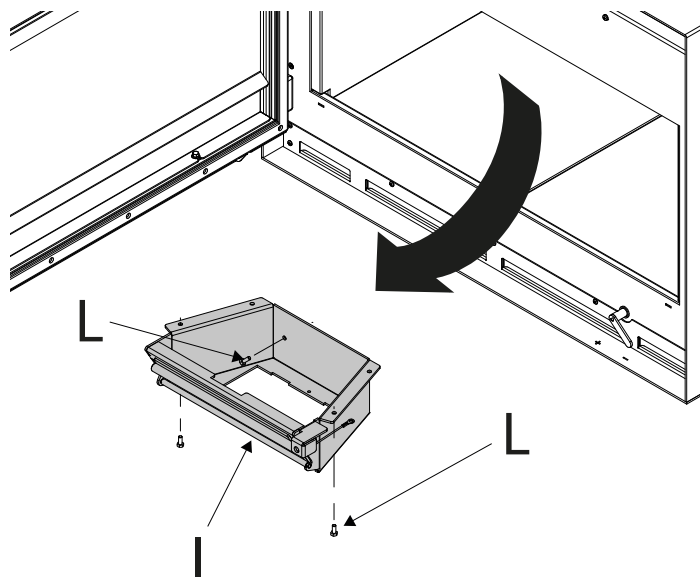

Fig. 9.2.4
- Retirar la caja de humo I girando los cuatro tornillos (dos anteriores y dos posteriores) L (Fig. 9.2.4)